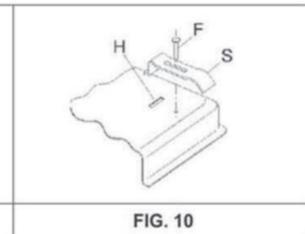

FIG. 10
- Bloquear con las bridas "S", teniendo cuidado de introducir la parte sobresaliente en la ranura "H" que se encuentra en el fondo y enroscar el tornillo "F" hasta que la brida "S" llegue al top (ver fig. 10).